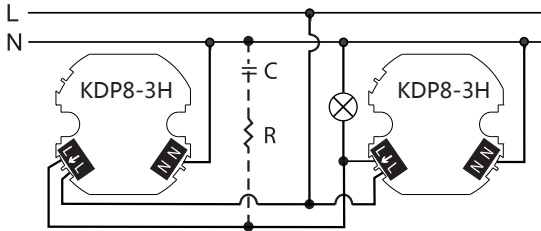

FIG.10
Dois sensores de parede paralelos controlam a carga ligada (Ver FIG.10).
- Desaparafuse o terminal e consulte o diagrama de ligação (Ver FIG.6 - FIG.10) para inserir os fios de potência nos terminais correspondentes. Com uma ferramenta, descarte 6-8mm do fio (Ver FIG.12).
- Fixe o JB-40 na parede com dois parafusos de madeira 4x25,4mm (Ver FIG.15-A). Consulte a FIG.10 para a posição dos buracos de parafuso.